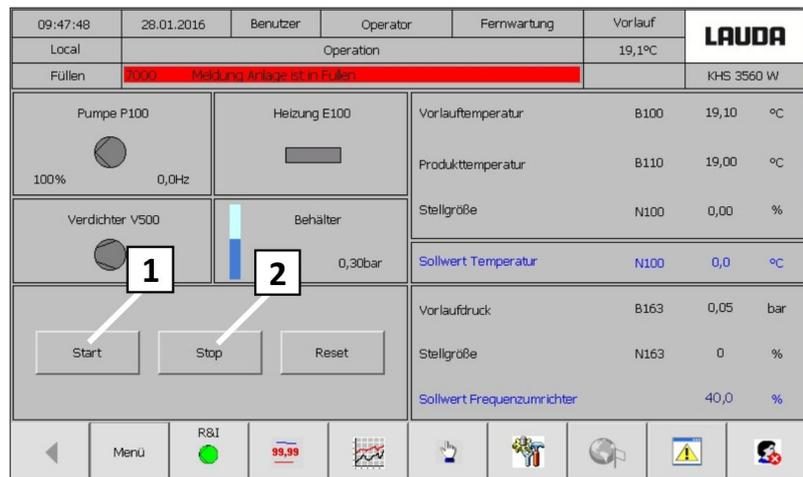

Fig. 34: Pantalla Funcionamiento
**21.** Compruebe el sentido de giro del motor de la bomba de circulación pulsando el botón de conexión (Fig. 34 [1]) y, poco después, el botón de desconexión (Fig. 34 [2]).